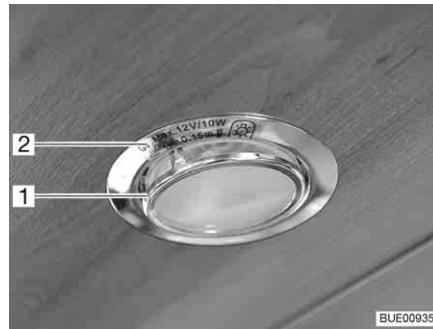

Fig. 296 Lampe halogène encastrée (plate)
Lampe halogène encastrée (Fig. 296,2) est incorporée dans le cache.
- Soulever la bague de recouvrement intérieure avec le panneau en verre (Fig. 296,1) à l'aide d'un outil approprié (par ex. tournevis) et la sortir du boîtier.